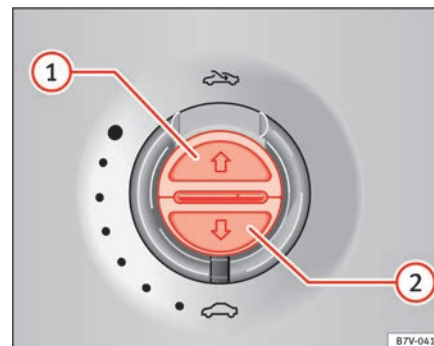

Fig. 60 No revestimento interior do tecto: botões para a cortina para o sol.
Abrir por completo (automaticamente):	Pressione o botão ⇒ Fig. 60 1 brevemente.
Interromper o funcionamento automático:	Pressione brevemente o botão ⇒ Fig. 60 1 ou ⇒ Fig. 60 2 .
Ajustar a posição intermédia:	Mantenha pressionado o botão ⇒ Fig. 60 1 ou ⇒ Fig. 60 2 até alcançar a posição.
Fechar por completo (automaticamente):	Pressione o botão ⇒ Fig. 60 2 brevemente.
- *Cortina para o sol*: Dentro de 5 segundos após o disparo da função antientalamento pressione o botão ⇒ Fig. 60 até que a cortina para o sol se feche por completo.